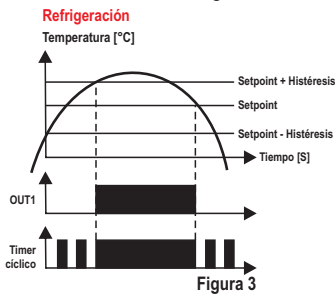

Figura 3
- Salida del timer cíclico conectada siempre que la salida de la 1ra. etapa estuviera conectada (F22=4): en este modo de operación el timer alterna conforme los tiempos configurados en F20 ($\overline{[E\ 0\ n]}$) y F21 ($\overline{[E\ 0\ F\ F]}$) y cuando la salida de la 1ra. etapa conecta, la 3ra. etapa para de alternar y mantiene la salida conectada, como muestra la Figura 3.